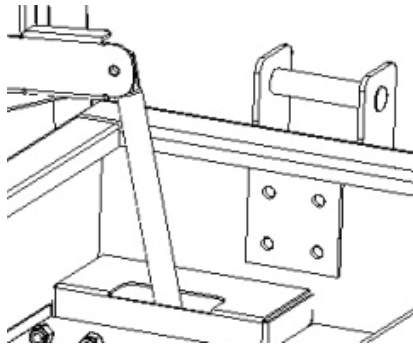

Figure 1 (illustration du Piano Box)
1. Fixez les supports aux EXTRÉMITÉS de l'unité, le plus près et le plus haut possible des coins extérieurs. Placez la plaque d'appui sur la surface intérieure, en vous assurant que l'emplacement choisi n'interfère pas avec des pièces internes telles que des protections à ressort, des angles, etc. (Voir Fig. 1) Certaines unités sont fournies d'origine avec des trous prépercés pour la fixation des supports de levage. Dans ce cas, passez à l'étape 4.